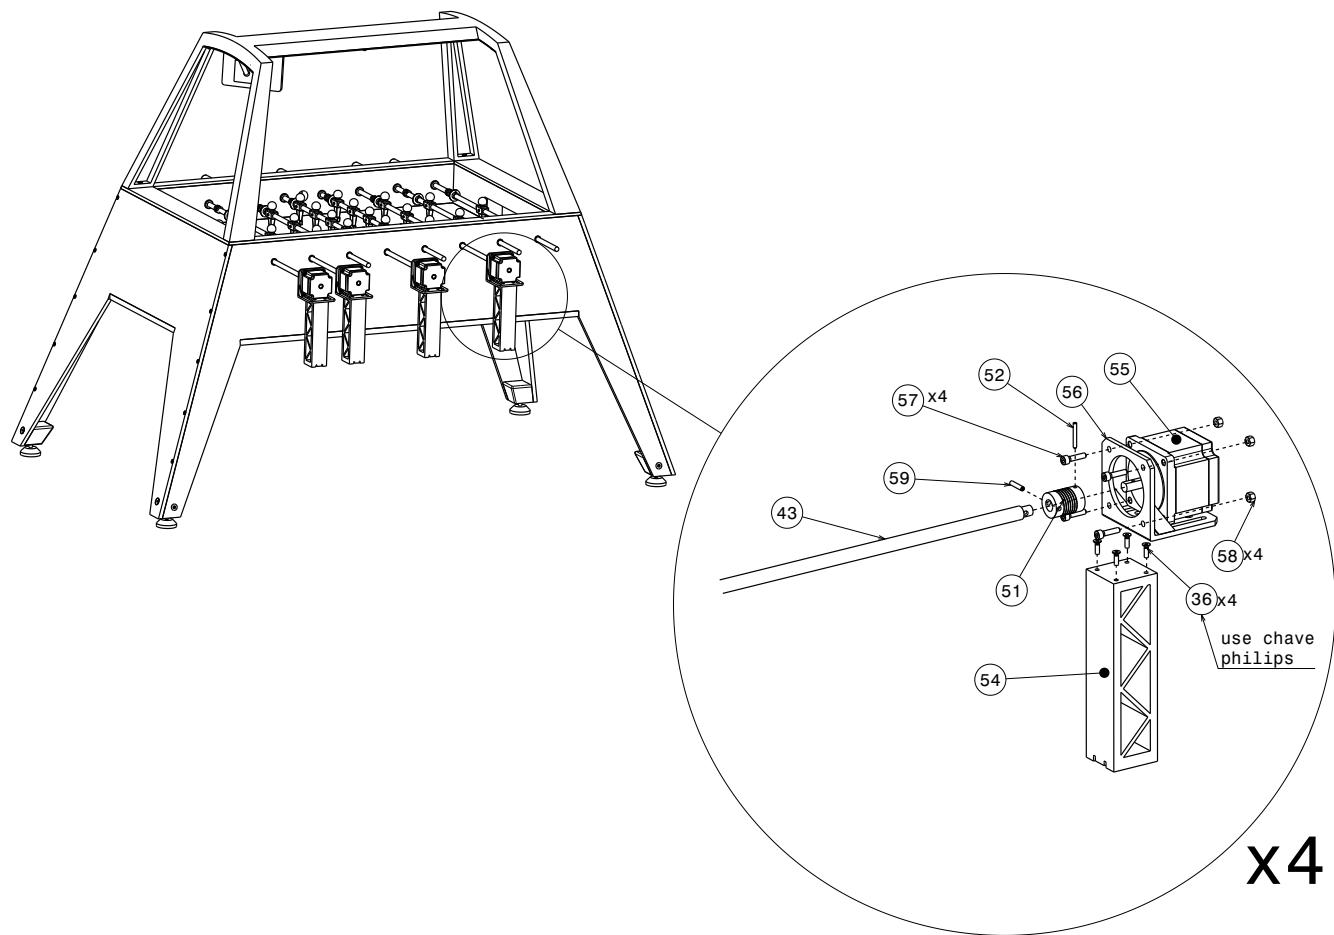

Figura 11 – Passo 11
No lado do jogador robô, primeiro montaremos o suporte do motor e depois encaixaremos à estrutura. Com a estrutura móvel de suporte do motor em mãos, parafusa-se o suporte do motor NEMA 34 (56) usando 4 parafusos Fenda M3.5x5(36) para cada suporte. Depois disso, parafusa-se o motor NEMA 34 (55) usando 4 parafusos Allen M6X25(57) e uma porca M6 (58) para cada parafuso. Para fixar o conjunto na estrutura, parafusa-se a parte de baixo da treliça no trilho deslizante móvel (38) com 2 parafusos Allen M6X16 (53). Por fim, o acoplamento (51) será usado como intermédio entre o motor, já encaixado no suporte, e as hastas do jogador robô. Para encaixar o motor no acoplamento, usa-se 1 parafuso Allen sem cabeça M4X24 (52) para cada motor e para encaixar o acoplamento na ponta da haste, usa-se 1 parafuso Allen sem cabeça M5X25(59), figura 11.